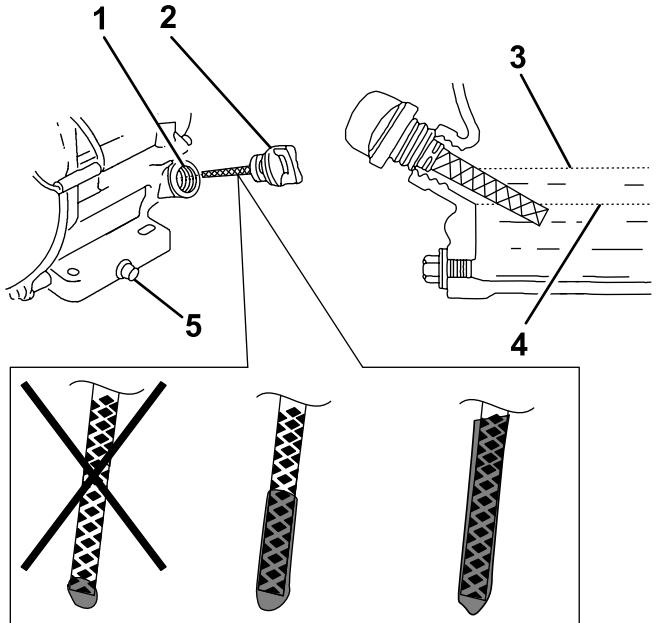

Figure 15
juste assez d'huile dans le tube de remplissage pour faire monter le niveau jusqu'à la limite supérieure de la jauge ou jusqu'au rebord inférieur du tube de remplissage (Figure 15).
6. Sortez la jauge et versez de l'huile avec précaution dans l'orifice de remplissage jusqu'à ce qu'elle arrive au centre de la jauge (Figure 15).